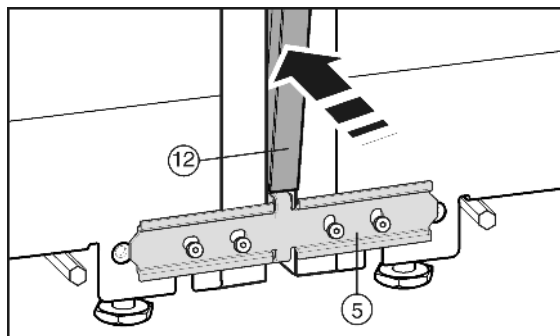

Fig. 9
Před nasazením krycí lišty Fig. 9 (12) oba můstky stlačte po celé délce. Lištu tak lze do spáry vložit snadněji. Při zatlačování lišty použijte měkkou utěrku, aby se nevytvořily proláčky v povrchu krycí lišty. Lištu zatlačte do spáry pečlivě a rovně, aby se dosáhlo optimálního spojení.
- ▶ Na přední straně zatlačte dlouhou krycí lištu Fig. 9 (12) do svislé spáry. Dbejte na to, aby lišta stála na spojovacím plechu Fig. 9 (5).